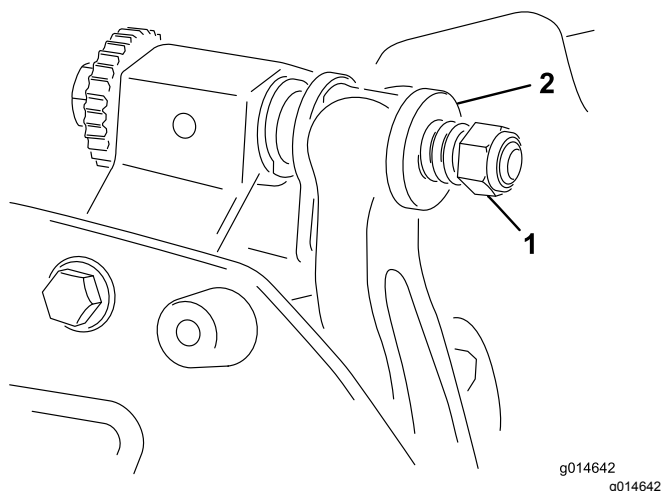

Figura 25
5. Aperte a porca da mola tensora até que a mola fique recolhida; em seguida, desaperte meia volta (Figura 25).